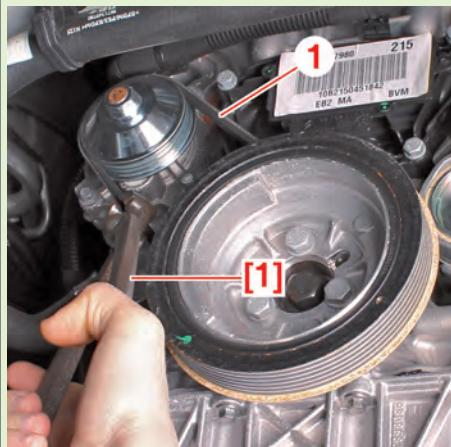

Fig.2
- Couper la courroie de pompe à eau (1) à l'aide de la pince [1] (Fig.2).